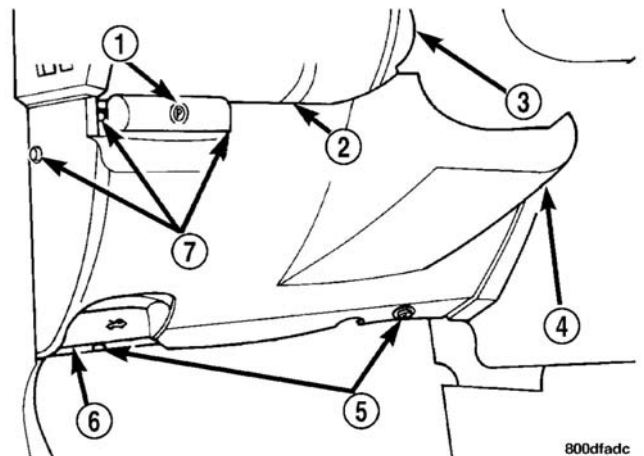

图 17 下转向管柱盖安装
(1) 从蓄电池上断开蓄电池负极（接地）电缆，并将电缆与蓄电池端子隔离。
(2) 拆下将下转向管柱盖固定到仪表板（图17）上的螺钉，然后从下仪表板上拆下转向管柱盖。